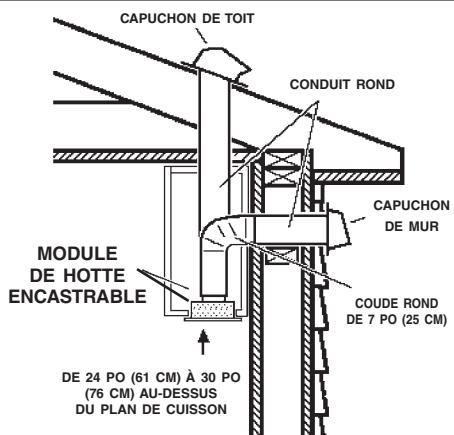

FIG. 1
- Déterminer par où passera le conduit, entre votre module et l'extérieur (Réf. Figure 1).